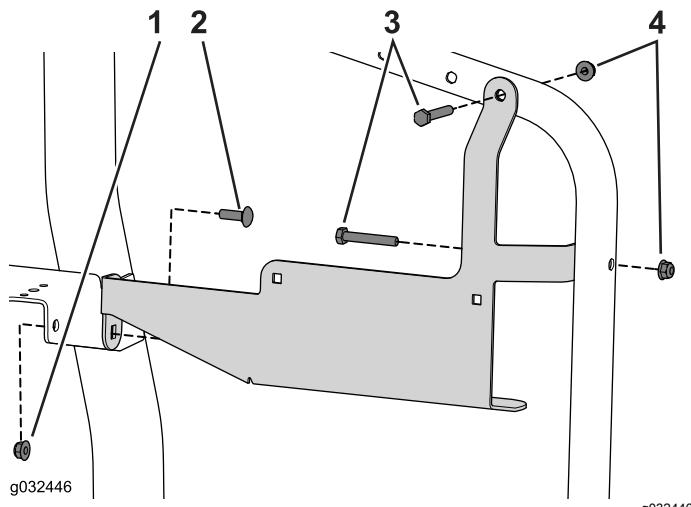

Figure 30
- Fixez le support au cadre à l'aide des 3 boulons de carrosserie (5/16" x 1"), (5/16" x 1"), et des 3 écrous à embase (Figure 30).